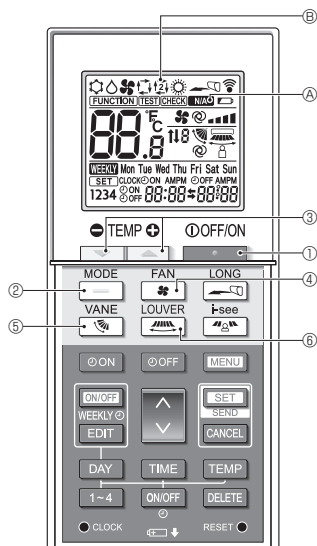

Fig. 4-1
4.1. Mise en marche/arrêt de l'appareil (Fig. 4-1)
- Appuyez sur la touche ①.
- Appuyez sur la touche ②.
4.2. Sélection d'une température (Fig. 4-1)
- Lorsque l'on appuie sur la touche ou ③, la température de consigne clignote et l'écran de réglage s'affiche. Pour modifier la limite supérieure (refroidissement) de la plage de température définie, appuyez sur la touche ③. Pour modifier la limite inférieure (chauffage) de la plage de température définie, appuyez sur la touche ③.
- Dans l'écran de réglage, appuyez sur la touche ② pour basculer l'affichage clignotant entre la limite supérieure (refroidissement) et la limite inférieure (chauffage).
- Appuyez sur la touche ou ③ dans l'écran de réglage pour modifier la température de consigne en train de clignoter.
4.3. Sélection d'une vitesse de ventilateur (FAN) (Fig. 4-1)
4.4. Réglage de la direction du flux d'air verticale (Fig. 4-1)